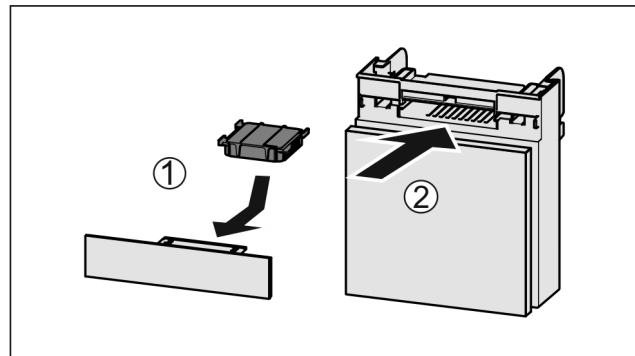

Fig. 78
- ▶ Установите фильтр с активированным углем, как показано на рисунке Fig. 78 (1).
- ▶ Вставьте отделение Fig. 78 (2).